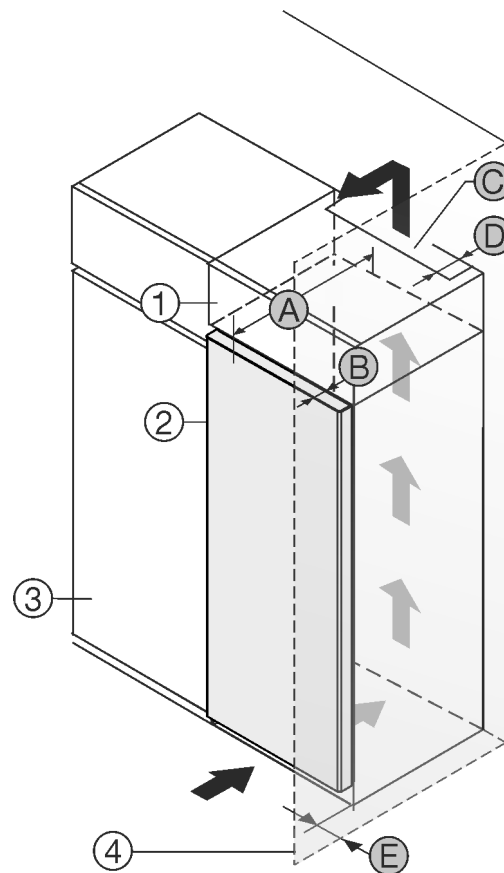

Fig. 1
- (1) Overskab *
- (2) Apparat *
- (3) Køkkenskab *
- (4) Væg *
- (A) Apparatdybde *
- (B) Dørens dybde *
- (C) Ventilationstværsnit *
- (D) Afstand, apparatets bagside *
- (E) Afstand til apparatets side *
Du kan opstille apparatet direkte ved siden af køkkenskabet Fig. 1 (3).*
På bagsiden af overskabet skal der være en ventilationskanal med dybden Fig. 1 (D) over hele overskabets bredde.*
Ventilationstværsnittet Fig. 1 (C) under rummets loft skal overholdes.*
Hvis apparatet opstilles med hængslerne ved siden af en væg Fig. 1 (4), skal afstanden mellem apparatet og væggen være mindst 13 mm.*
For at døren kan åbnes helt, skal apparatet rage frem med dørens dybde Fig. 1 (B) i forhold til køkkenskabets forside. Apparatet kan rage mere ud afhængigt af køkkenskabenes Fig. 1 (3) dybde og anvendelsen af vægafstandsholdere.*